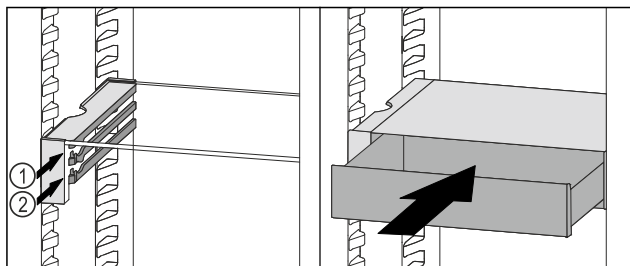

Fig. 61
- Placer le tiroir VarioSafe derrière les butées sur la nervure désirée Fig. 61 (1) ou Fig. 61 (2).